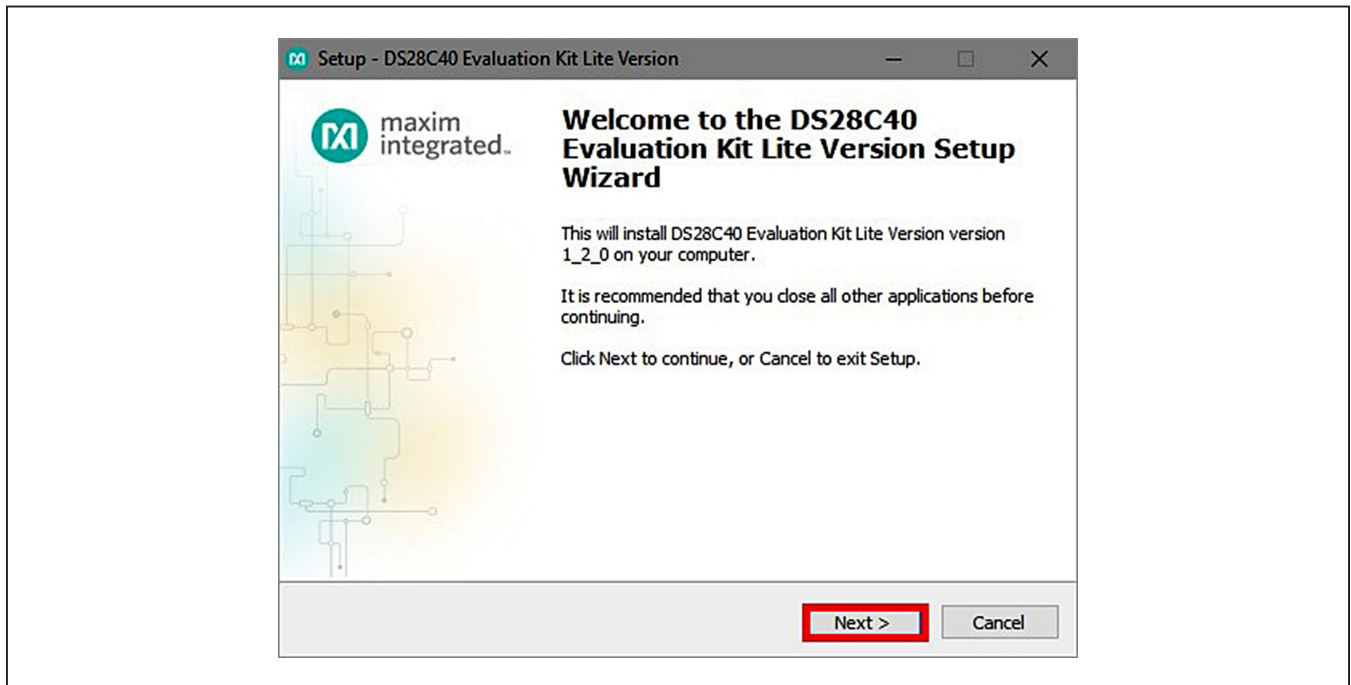

Figure 2. DS28C40 Setup Wizard
- 3) The setup wizard opens. Click on **Next** (Figure 2):